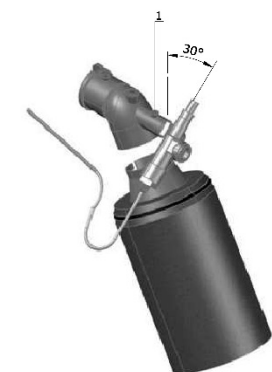

Fig. 5
Montaje en entrada de aire inferior (fig. 5).
Fitting at the lower air inlet (Fig. 5)
In 5 HP models, unscrew the bolt (1), and tip the safety valve slightly by around 30° as shown in figure 5. After performing this operation, DO NOT FORGET TO RETIGHTEN THE BOLT.
Montage à l'entrée d'air inférieure (Fig. 5)
Pour les modèles 5 HP, dévisser (ou desserrer) la vis (1) et incliner légèrement le robinet d'arrêt d'environ 30° de la manière indiquée sur la figure 5. Après avoir réalisé cette opération, NE PAS OUBLIER DE RESSERRER LA VIS.